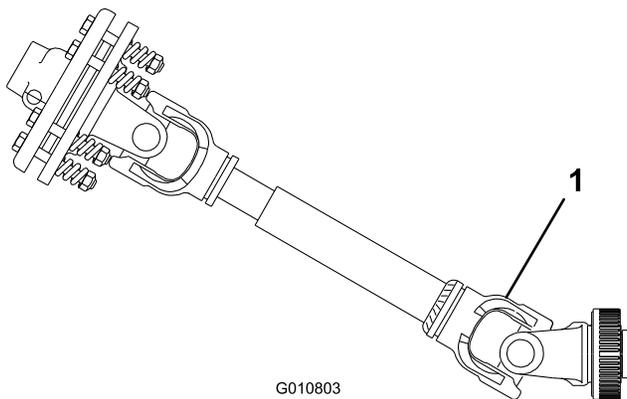

图24
**重要事项：** 当连接 PTO 时，确保打孔机没有被提升到必要高度以上。机器提升得太高会导致 PTO 轴转向节断裂（图24）。决不要在打孔机升起时保持 PTO 转动。PTO 的向上操作角度可达 25°，但当打孔机处于其最高位置时角度切勿超过 35°。